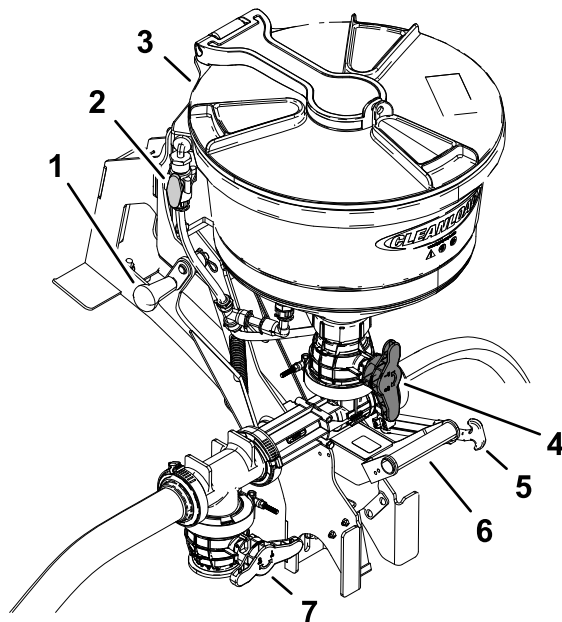

图 41
1. 使用下手柄降下清洁加药器图 41。
2. 打开盖子检查是否有异物会影响系统性能或污染系统图 41。
5. 打开位于料斗底部的料斗阀红色旋钮图 41。
2. 打开料斗阀图 41。
- B. 打开冲洗阀冲洗清洁加药器料斗 20 秒钟图 41。
- C. 关闭冲洗阀图 41。
6. 升起清洁加药器并使用运输箍带固定图 41。
7. 关闭清洁加药器切断阀和料斗阀图 41。
3. 顺时针旋转料斗盖将其关闭并锁住图 41。
6. 让清洁加药器恢复到运输位置并用运输箍带固定图 41。